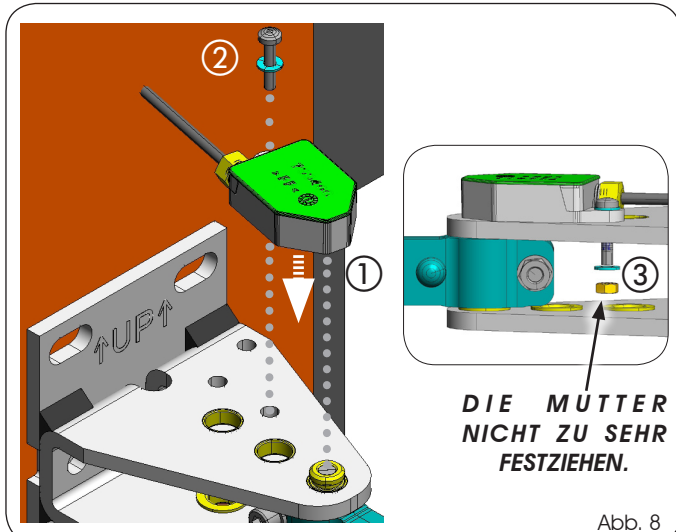

Abb. 8
3. Den Encoder auf den hinteren Bügel bauen und dabei darauf achten, dass er korrekt in den Bolzen greift. Danach mit der mitgelieferten Schraube und der Mutter befestigen (Abb. 8 Bez. ① ② ③).